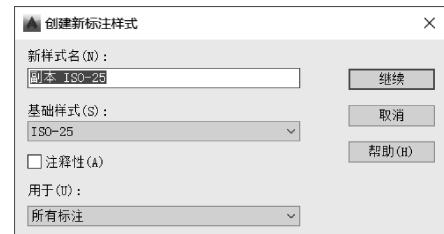

图9-8 “创建新标注样式”对话框
- “新建”按钮：用于创建新的尺寸标注样式。单击“新建”按钮后，打开“创建新标注样式”对话框，如图9-8所示。